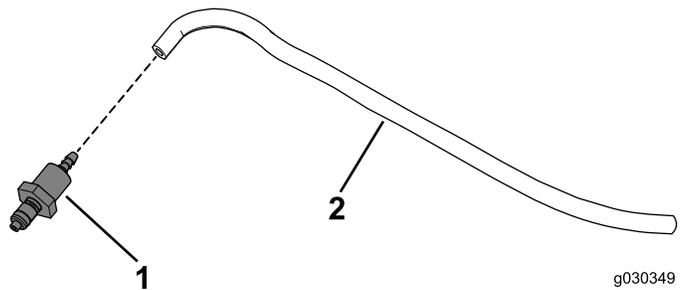

Figura 37
- 2. Conecte el acoplamiento de la manguera al otro extremo de la manguera del lavaparabrisas (Figura 37).